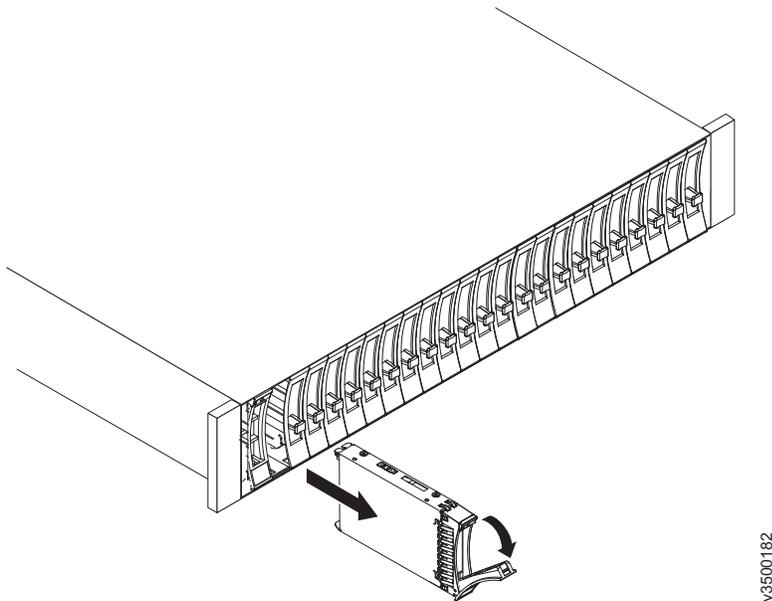

Figura 98. Desbloqueando e removendo uma unidade de 2,5 polegadas de seu slot
5. Puxe a alça da bandeja para a posição aberta (consulte Figura 98).